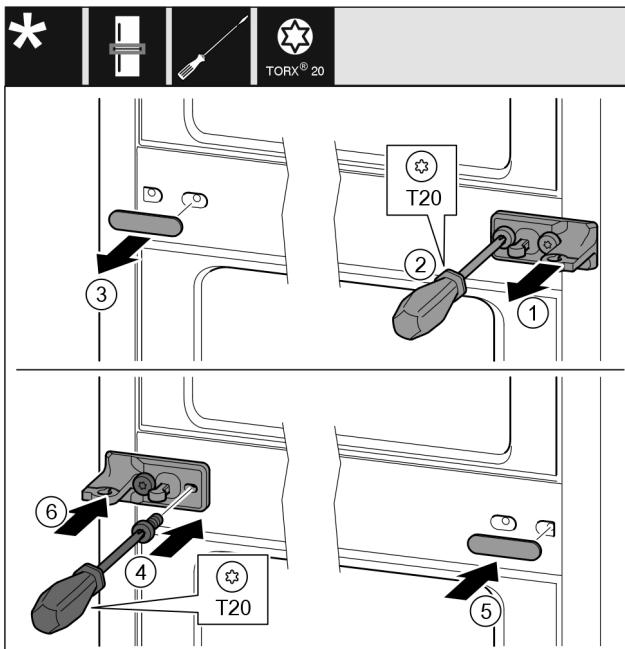

Fig. 10
- Снимите шайбу. Fig. 10 (1)
- Выкрутите винты отверткой T20. Fig. 10 (2)
- Осторожно снимите крышку. Fig. 10 (3)
- Плотно прикрутите опорный кронштейн с подкладкой с поворотом на 180° с другой стороны. Fig. 10 (4)
- Установите крышку с поворотом на 180° с другой стороны. Fig. 10 (5)
- Надвиньте шайбу спереди. Fig. 10 (6)